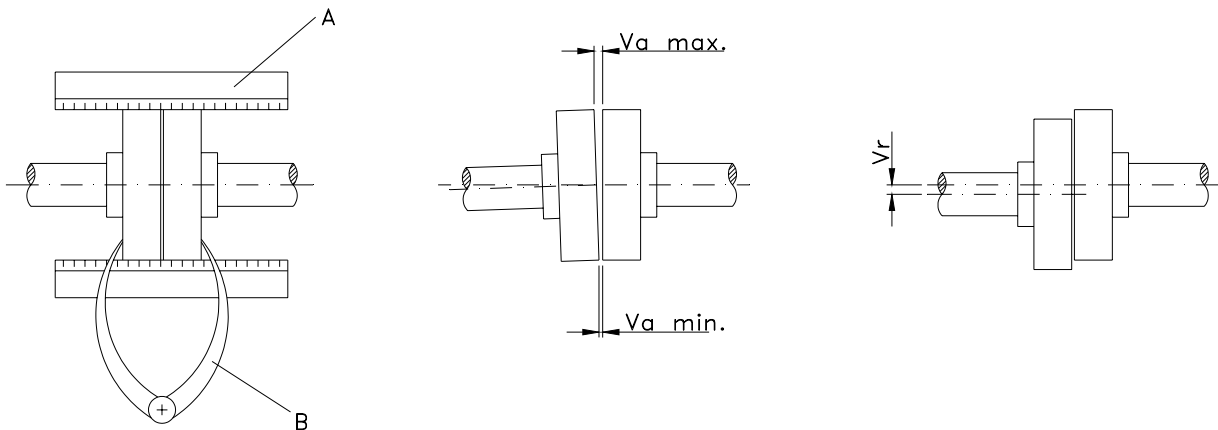

Figura 4.3: alineación del acoplamiento.
Colocar una regla de borde recto (A) encima del acoplamiento: la regla debe de estar en contacto con las dos mitades del acoplamiento por encima de su longitud total. Ver figura 4.3.